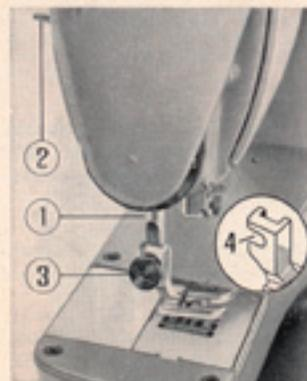

Abb. 11
Die verschiedenen, für eine bestimmte Arbeit vorgesehenen Füsse sind an der Stoffdruckerstange (1) zu befestigen. Zum Anbringen der Füsse soll die Stoffdruckerstange durch den Stoffdruckerhebel (2) gehoben werden. Die Klemmschraube (3) lösen, den für die auszuführende Arbeit bestimmten Fuss wählen und von vorne her befestigen (die Klemmschraube soll in der Öffnung (4) des Fusses sitzen). Prüfen, ob der Fuss gut sitzt und die Klemmschraube mit dem grossen Schraubenzieher zusätzlich anziehen. Das Anbringen der Füsse wird erleichtert, wenn sich die Nadelstange in ihrer höchsten Lage befindet (Abb. 11).